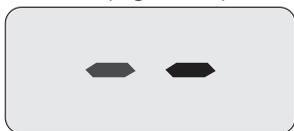
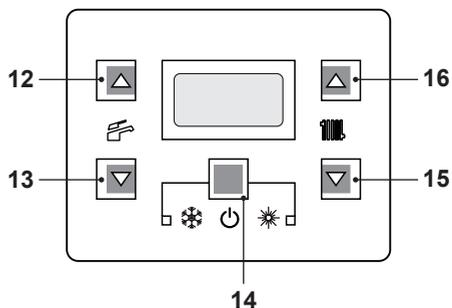

Figura 6.6
Figura 6.7
- Alimentare elettricamente la caldaia azionando l'interruttore bipolare previsto in installazione. Il display LCD visualizza il simbolo (Figura 6.6).
- Tenere premuto per 2 secondi il tasto 14 fino a far apparire sul display entrambe i simboli e (Figura 6.7).
- Spegner la caldaia tenendo premuto per 2 secondi il tasto 14 (Figura 6.7) fino a far apparire sul display LCD il simbolo  (Figura 6.6).